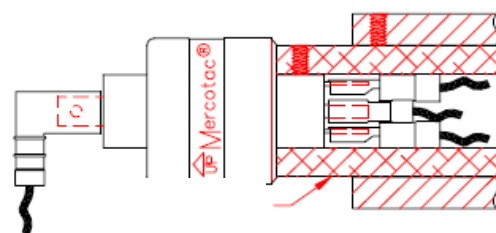

Рис.6 Термоизоляция
8. Соединитель содержит пластиковые элементы, чувствительные к нагреву. Перегрев может привести к снижению ресурса соединителей, и даже выходу из строя. При необходимости используйте термоизоляцию. Предел нагрева соединителя 60°C (Рис.6).